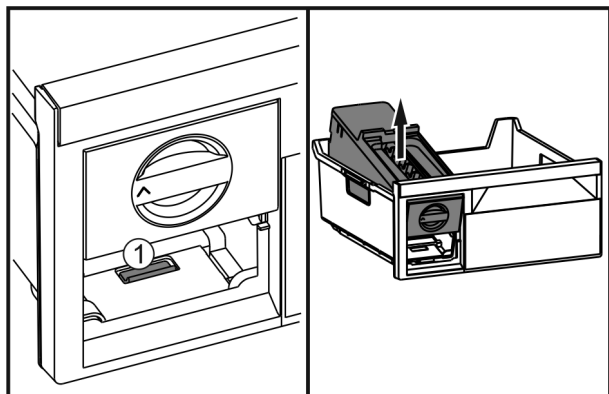

Fig. 51
- ▶ Tryk på lasken Fig. 51 (1), løft EasyTwist-Ice bagfra, og tag den ud af fryseskuffen.